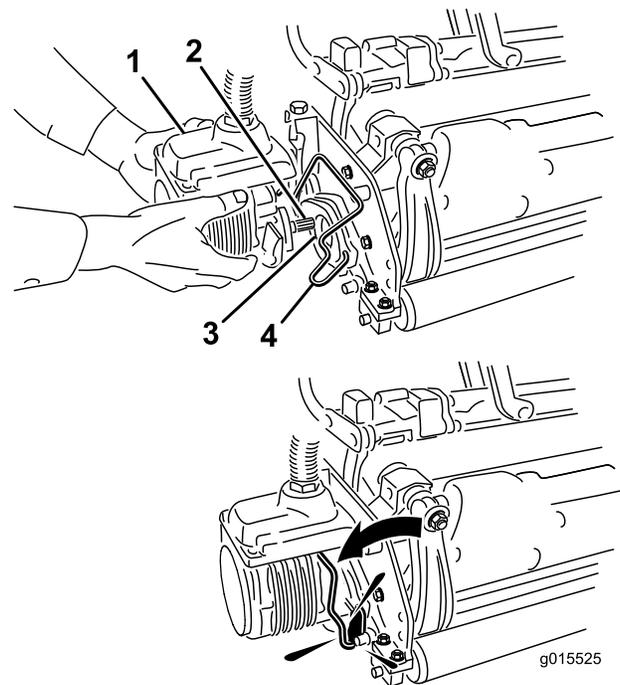

図 15
11. カuttingユニット用モータのスプラインシャフトにきれいなグリスを塗りつける図 15。
12. モータを、カuttingユニットの左側運転席から見てに取り付け、カuttingユニットについているモータ固定バーを、モータの上から被せるようにセットし、モータの左右から「カチッ」というロック音が聞こえるまで押し下げる図 15。